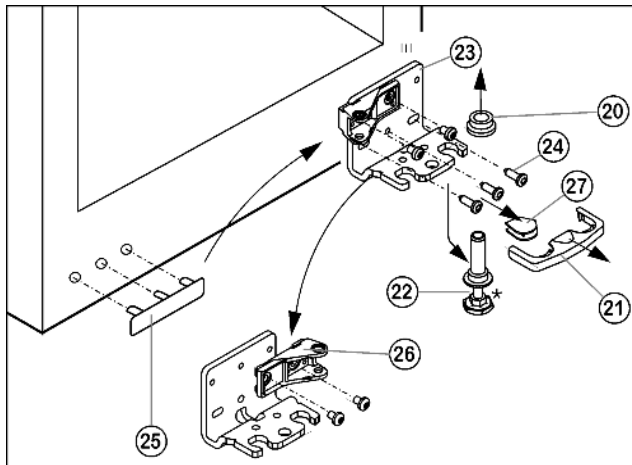

Fig. 7
- ▶ Enlever le dispositif Fig. 7 (21) d'arrêt vers l'avant.
- ▶ Enlever le cache Fig. 7 (27) en bas.\*
- ▶ Visser entièrement le pied réglable Fig. 7 (22).
- ▶ Enlever le pivot Fig. 7 (22) vers le bas et vers l'avant. Ce faisant, respecter la douille de charnière Fig. 7 (20).
- ▶ Dévisser la charnière Fig. 7 (23) (3 x vis Torx 25) Fig. 7 (24).
- ▶ Soulever avec précaution le cache du côté poignée Fig. 7 (25) et le déplacer.
- ▶ Visser de nouveau la charnière Fig. 7 (23) sur le nouveau côté charnière en utilisant une visseuse sans fil si nécessaire.
- ▶ Dévisser l'élément pivotant Fig. 7 (26) et le revisser tourné de 180°.
- ▶ Mettre le cache Fig. 7 (27) sur le côté opposé.\*
- ▶ Le dispositif d'arrêt (21) doit s'enclencher latéralement sur la charnière afin de protéger les pivots d'appui et la porte.
- ▶ Mettre le dispositif d'arrêt (21) sur la charnière.
- ▶ Remettre en place la douille de charnière Fig. 7 (20).